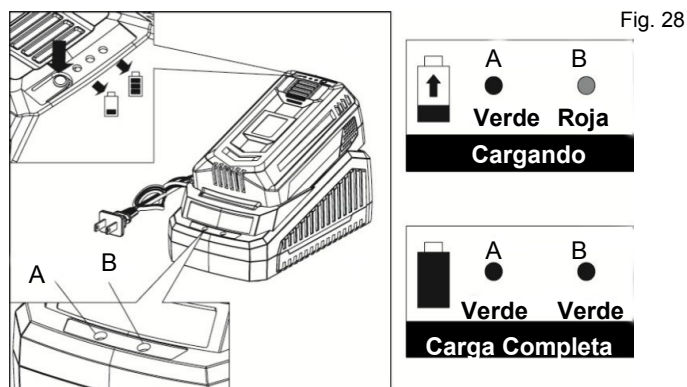

Fig. 28
- Cuando el paquete de baterías esté completamente cargado, la luz B se volverá verde y las luces del paquete de baterías se apagarán. (Fig 28)